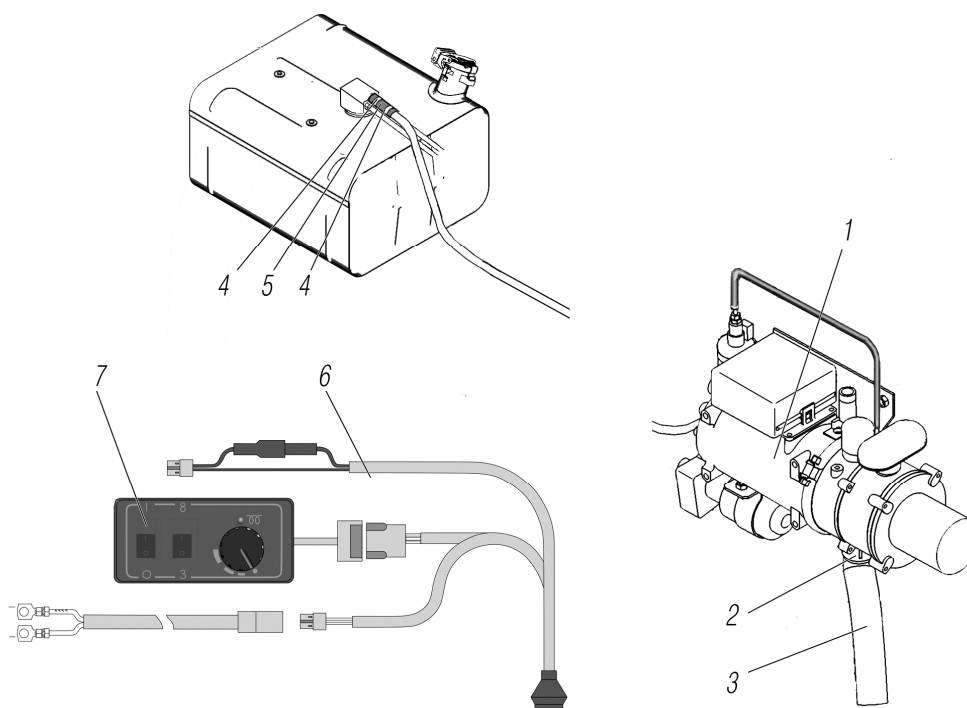

Рисунок 1.4
*² См. рисунок 1.4
See figure 1.4